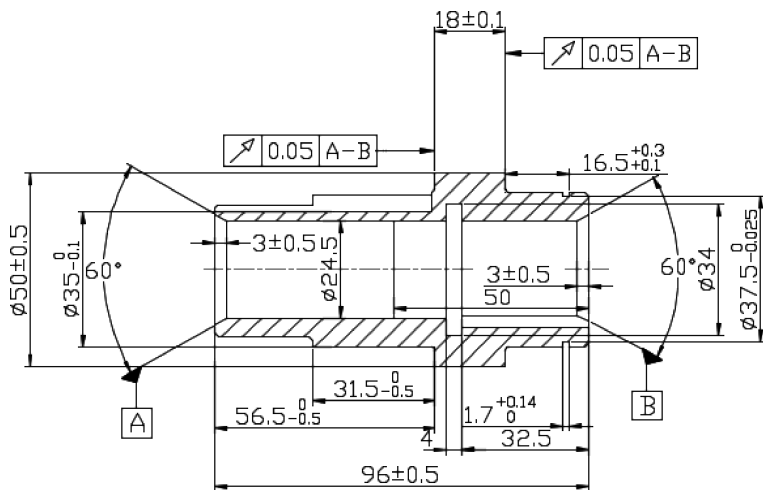

图 6-53 打开“花键轴”图形文件
(1) 打开“源文件\第 6 章\属性功能标注花键轴表面粗糙度\花键轴”图形文件，如图 6-53 所示。